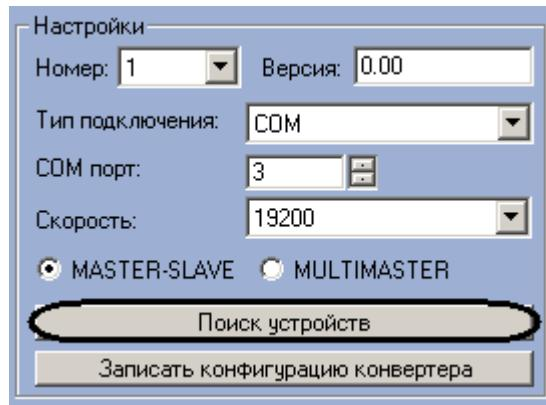

Рис. 3.3-1 Автоматическая настройка контроллеров СКУД Elsys
1. Перейти на панель настроек объекта **Конвертер интерфейсов** (Рис. 3.3-1).
2. Нажать кнопку **Поиск устройств** (Рис. 3.3-1).